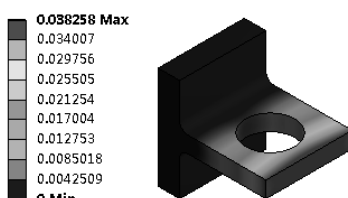

图 4-46 Show Undeformed WireFrame
- ✧ Show Undeformed WireFrame: 显示未变形轮廓，如图 4-46 所示。